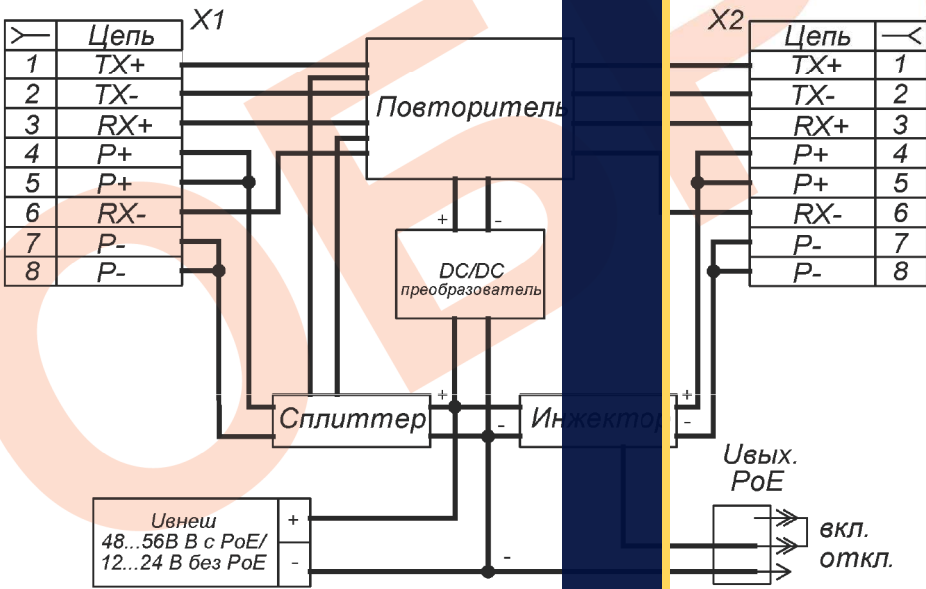

Рис.1 Структурная схема УЛИ-ЕП.
4. Структурная схема УЛИ-ЕП приведена на рис.1.